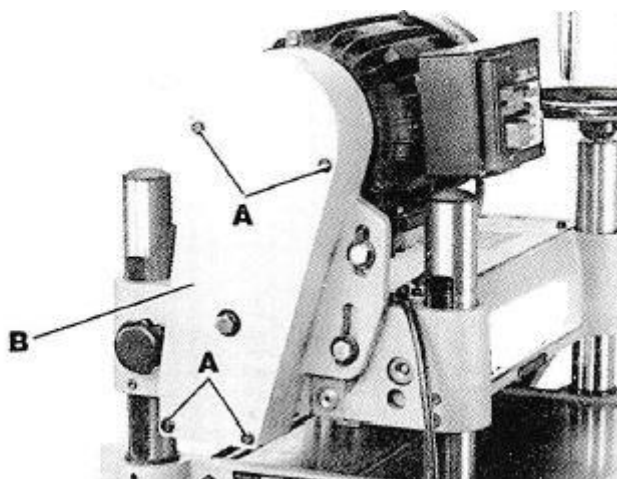

Рис. 23 Регулировка натяжения ремня
2. Отверните четыре винта (А), Рис. 23, и снимите защитную крышку ремня и шкива (В).